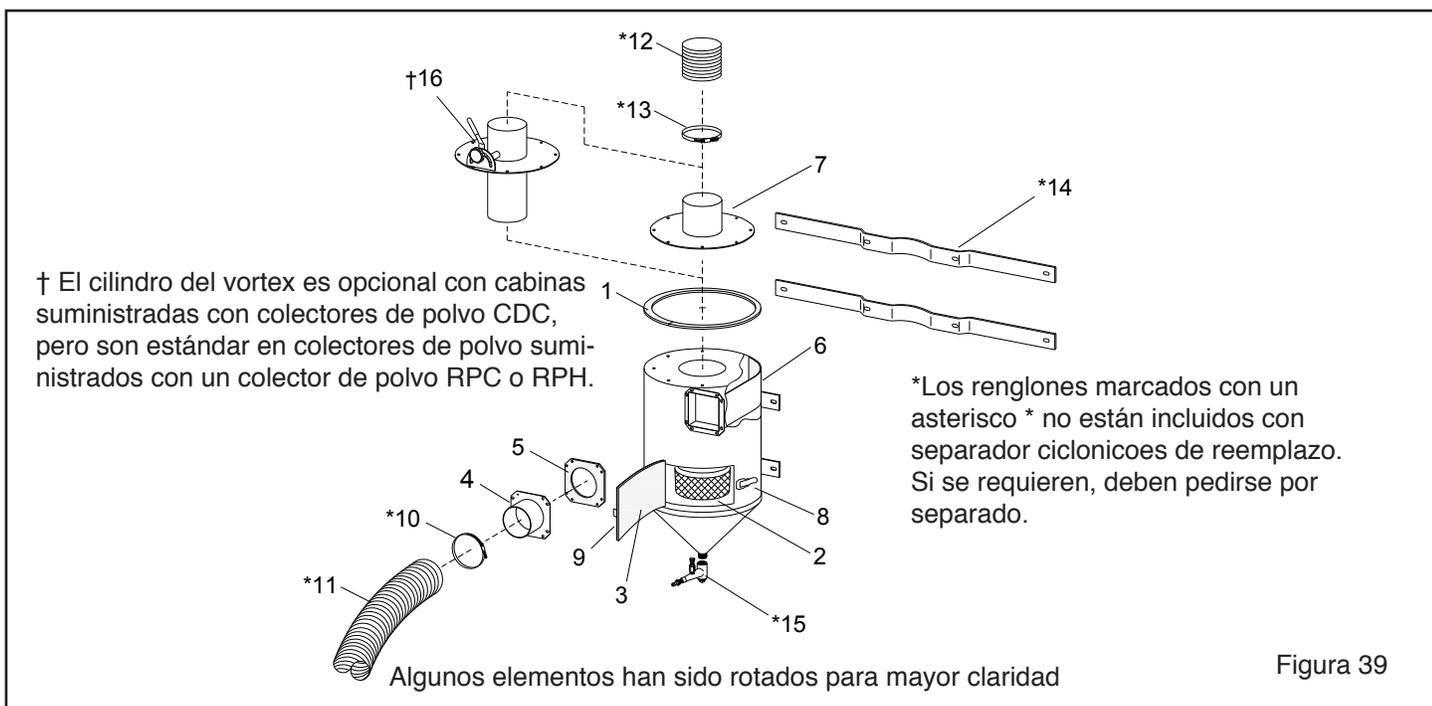

Figura 39
**9.11 Piezas de repuesto para separadores ciclonicos de 300 y 600 PCM, Figura 39**